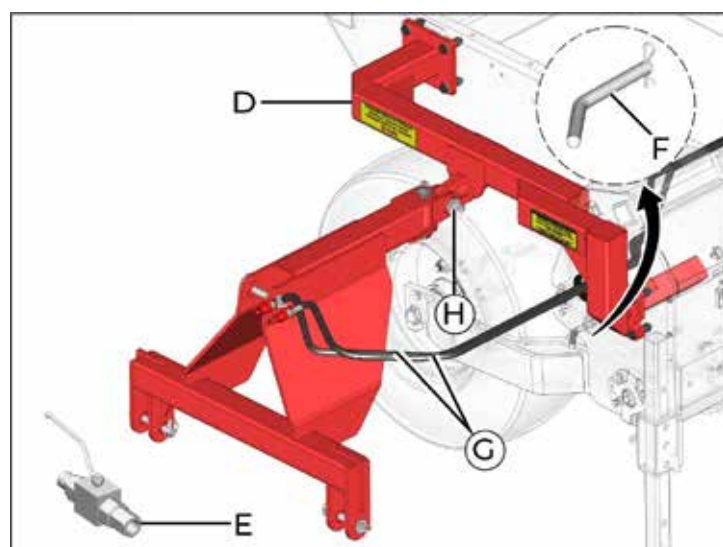

fig. 33
Trave os articuladores com o pino (F) (fig. 33), posicione o pé de apoio no modo de sustentação (conforme fig. 05, página 40). Acione o sistema hidráulico para baixar a máquina, feche válvula (E) da mangueira de retorno do sistema hidráulico, antes de desconectá-las do sistema hidráulico do trator. Isso impedirá que os rodados principais baixem e venham a encostar no solo durante o transporte.
Monte a estrutura de levante (A) (fig. 32) no lado direito da semeadora, fixando-a no cabeçalho de transporte (D) com o pino (H) (fig. 33).
Engate as mangueiras (G) (fig. 33) no sistema hidráulico do trator.
Não acione o cilindro de levante quando o rodado estiver travado com a válvula (E) (fig. 33).
Retire o pino (A) (fig. 33) e acione o cilindro, suspendendo totalmente a semeadora.